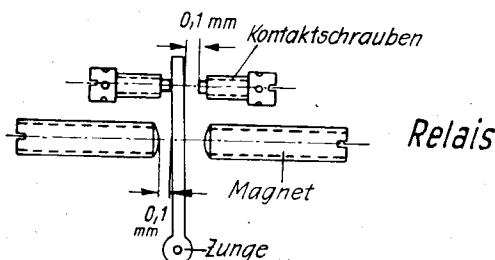

Abb. 11: Kontakt- und Pol-Abstand
13) Kontakt und Polabstand je 0,1 mm mit Fühlblech messen (Abb. 11).